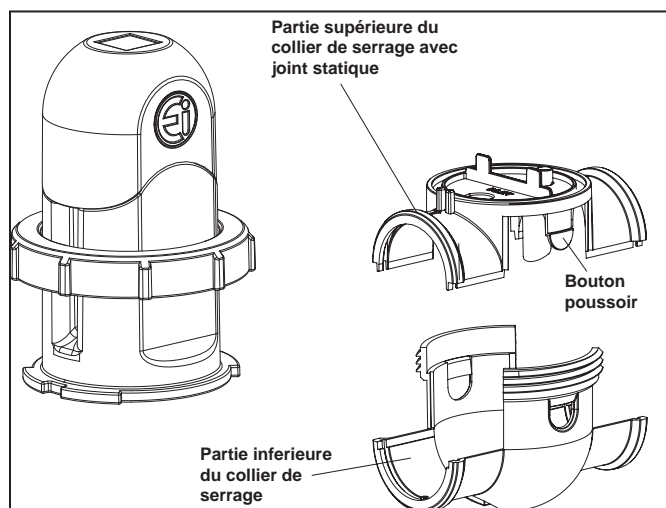

Figure 5. Démontez la cellule
5. Dévisser l'anneau de serrage de la cellule pour le retirer de la partie supérieure du collier de serrage (Voir Figure 5).
6. Appuyer sur les deux (2) boutons poussoirs situés sur chaque côté de la partie supérieure du collier de serrage pour séparer la partie inférieure de la partie supérieure (Voir Figure 5).